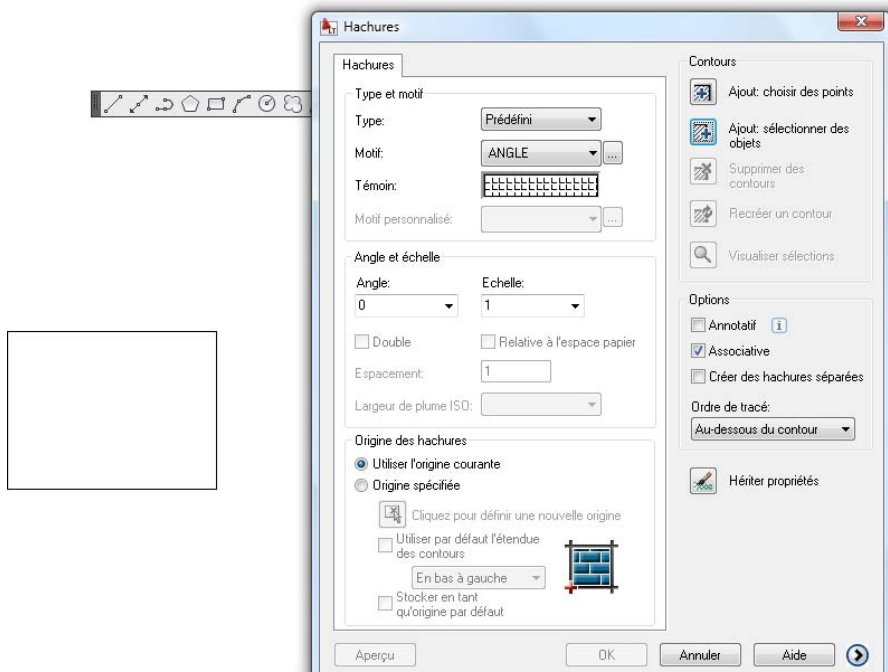

Figure 5.24
1. Commencez par dessiner un simple rectangle, puis cliquez sur l'outil Hachures (voir Figure 5.24).